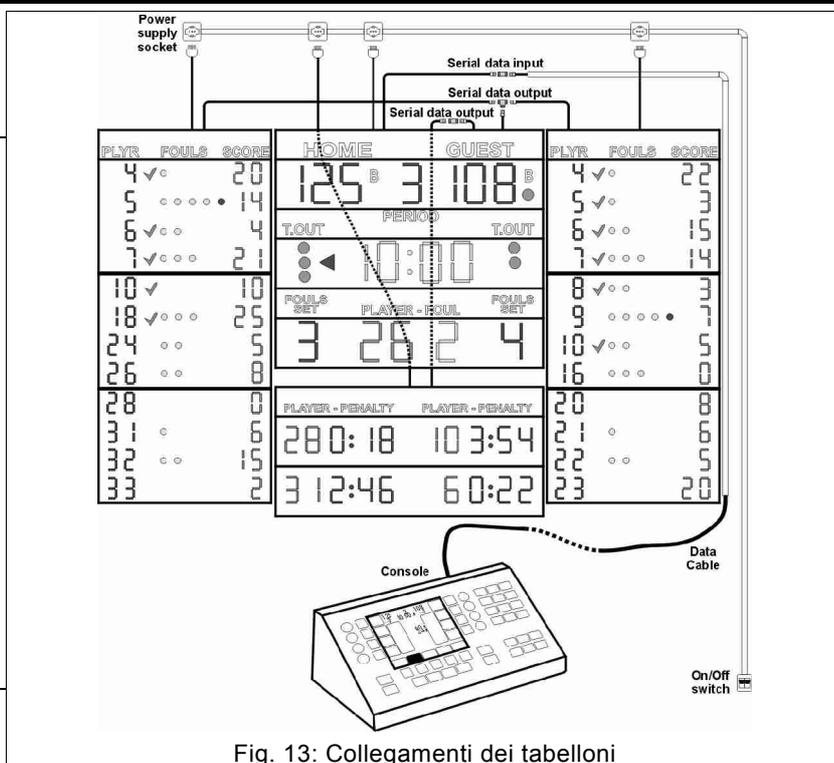

Fig. 13: Collegamenti dei tabelloni
Ogni tabellone viene fornito di cavo di alimentazione con spina. Per una facile accensione e spegnimento del tabellone, consigliamo di predisporre una presa di alimentazione appena sopra al tabellone (vedere esempio in Fig. 13), quindi comandare tale presa tramite un interruttore dedicato montato in posizione facilmente accessibile; ciò per spegnere il tabellone quando non in uso e consentire di risparmiarne il consumo e l'usura inutili.
La Fig. 13 mostra una configurazione con il tabellone centrale, quelli laterali per i falli e i punti dei giocatori, oltre che quello inferiore per la visualizzazione dei tempi di penalità.
- Mediante l'apposito adattatore, collegare i pannelli di visualizzazione dei falli/punti dei giocatori ad uno dei due cavi seriali "SERIAL DATA OUTPUT" provenienti dal tabellone centrale (Fig. 13).